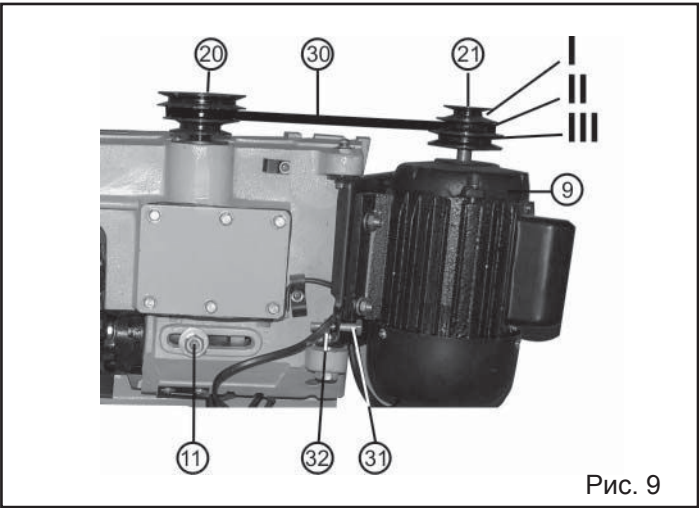

Рис. 9
9.1. Регулировка скорости движения пильной лены, установка и натяжения ремня (Рис. 9)
9.1.5. На Рис.9 ременьный привод ленточной пилы изображён для наглядности без кожуха привода.